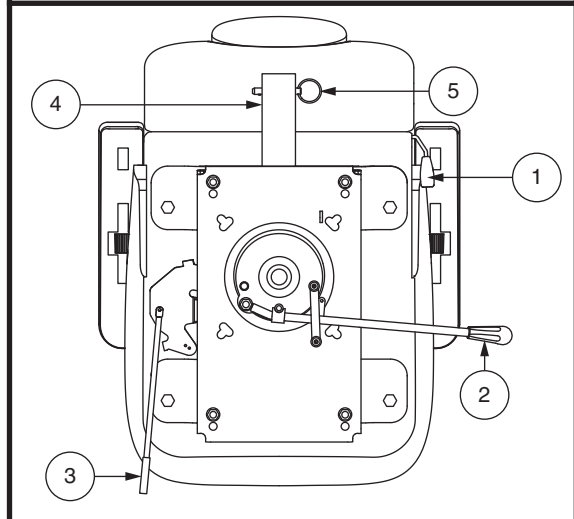

Figura 19. Ajustes en el asiento
Para ajustar el asiento reclinable de su vehículo, siga los siguientes pasos. **Ver la figura 19.**
1. Dependiendo del tipo de asiento, tire hacia arriba o tire hacia arriba de la palanca de bloqueo para desbloquear el asiento. **Ver la figura 19.**
1. Mueva la palanca de deslizamiento hacia fuera. **Ver la figura 19.**
El ángulo del reposabrazos de su vehículo puede ajustarse arriba o abajo girando el reposabrazo ajuste. **Ver la figura 19.** Gire el ajuste del reposabrazos hacia la izquierda para bajar el ángulo del reposabrazos o hacia la derecha para subir el ángulo del reposabrazos.
El soporte de montaje trasero le permite colocar un accesorio personal, como una cesta, un soporte para andador, o un tanque de oxígeno en la parte trasera del vehículo. Utilice el pasador de retención para montar de forma segura sus accesorios en el soporte. **Ver la figura 19.** Consulte con su comerciante autorizado para más detalles.